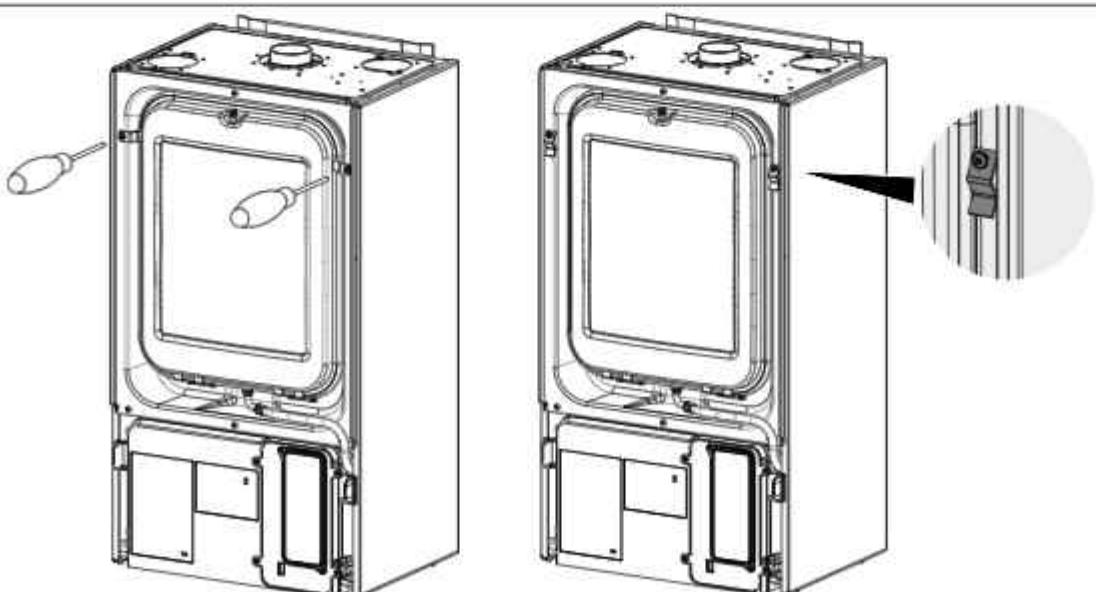

Рис. 44 Съемка фиксаторов расширительного бочка
- Снять переднюю панель герметичной камеры, предварительно сняв расширительный бак (смотри Рис. 44 Съемка фиксаторов расширительного бочка и Рис. 45 Скоба для закрепления расширительного бака).